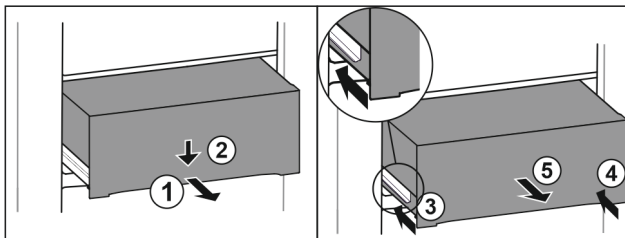

Fig. 145
- ▶ Schubfach halb herausziehen. Fig. 145 (1)
- ▶ Schubfach an der Vorderseite nach unten drücken. Fig. 145 (2)
- ▶ Linke Schiene etwa 2 cm einschieben. Fig. 145 (3)
- ▶ Rechte Schiene etwa 2 cm einschieben. Fig. 145 (4)
- ▶ Schubfach nach vorne entnehmen. Fig. 145 (5)